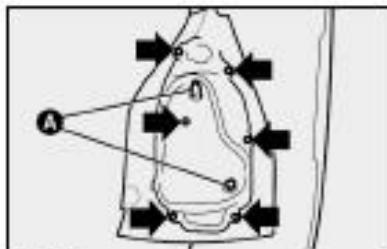

fig. 37
1) por dentro do porta-malas, levantar a abertura no carpete e soltar as porcas A-fig. 37;
3) retirar o conjunto de lâmpada removendo os parafusos indicados pelas setas fig. 37;